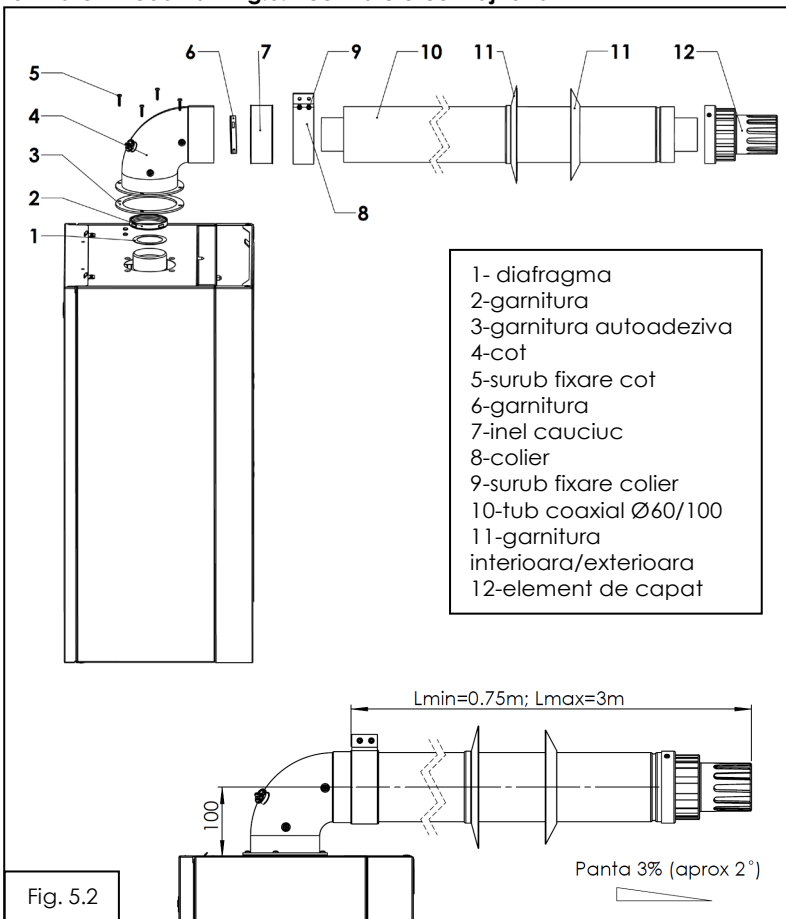

Fig. 5.2
Utilizare kit coaxial - fig.5.2 centralele cu tiraj fortat
**Nota:** La instalarea diafragmei poz 1 fig.5.2, se va tine cont de tabelul 5.1.